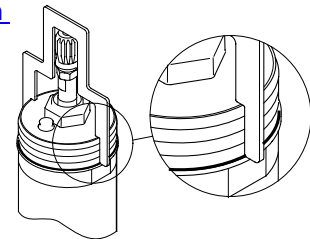

Fig. 23
2. Atornille el extremo del eje pos. 24 al eje del motor y empújelo a su posición. Ajuste la altura a 88,15 mm \pm 0.2 mm utilizando la plantilla de medida I, véase fig. 23.
4. Coloque el anillo de fijación pos. 24a y el protector del eje ranurado pos. 24b.
5. Coloque la pieza de conexión pos. 14a y apriétela utilizando la llave para tubo N.
6. Acople la bomba al motor. Los huecos para cable en la cámara de aspiración pos. 14 y la pieza de conexión pos. 14a deben quedar alineados. Coloque las cuatro tuercas pos. 19a y apriételas diagonalmente con el par adecuado, véase 5.3.
8. Coloque el protector del cable pos. 18c del motor y asegúrela con los tornillos pos. 18a.
9. Coloque el protector del cable pos. 18 de la bomba y asegúrela con los tornillos pos. 18b (SQF 5A).